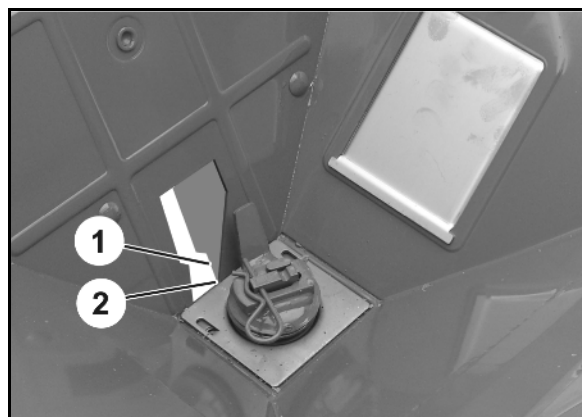

Fig. 103
- o innstillingslæren (ekstrautstyr Fig. 103/1) skal kunne tilpasses lett.
2. Legg inn læren (Fig. 103/1).